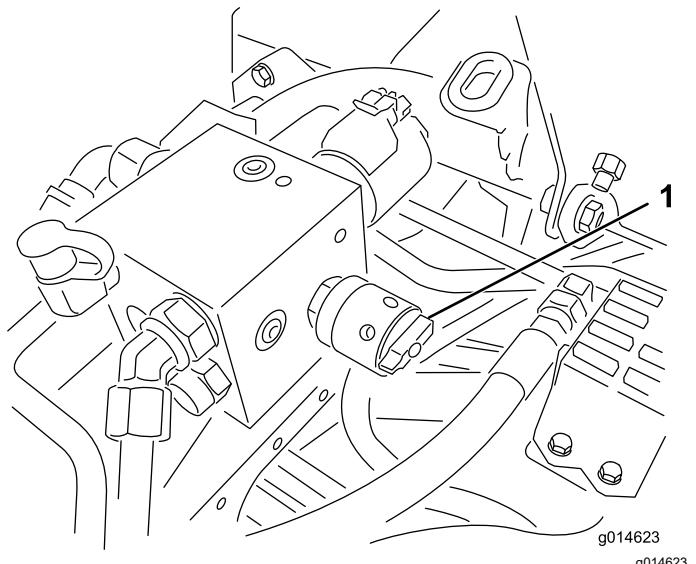

図 58
- リール速度コントロールを1にセットする図58。
- リールの速度を設定するには、リール速度コントロールのノブ 図 58を回して、ノブの矢印を、ステップ3で決めた数値に合わせる。